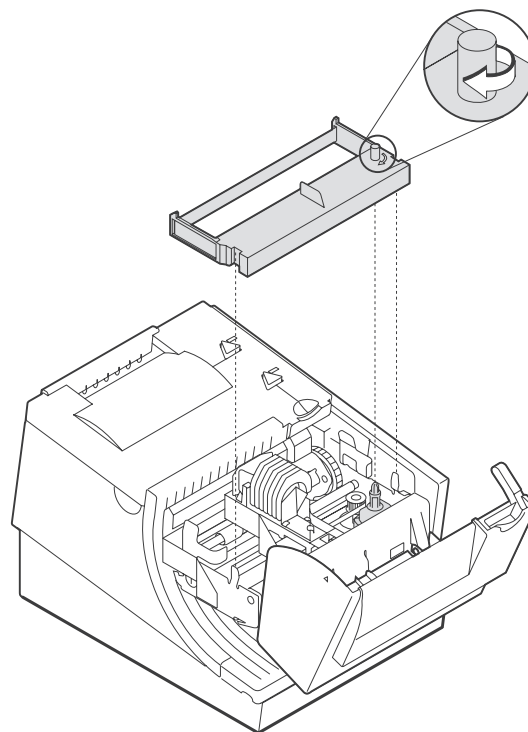

Figura 24. Carga del cartucho de cinta
3. Mantenga la tensión de la cinta girando el tirador del cartucho de cinta como muestra Figura 24 en la página 39. Bajando el cartucho a su posición hasta que las muescas de los laterales se coloquen en las guías de la impresora.